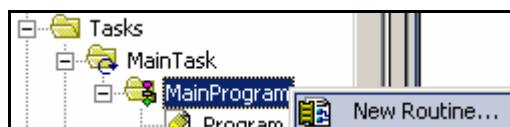

图 3-83 新建例程
19. 输入梯形图逻辑。右键单击 *MainTask->MainProgram*，选择 *New Routine...* ( 新建例程 )，如图 3-83 所示。